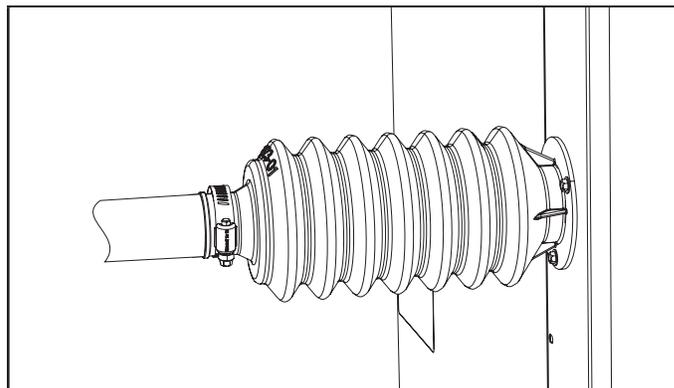

FIGURE 6. Collier installé sur le manchon
- 3 - Positionnez le collier comme illustré à la figure 6 et serrez à un couple à 35 lb-po pour fixer hermétiquement le manchon au jeu de conduites.
- 2 - Positionnez le collier comme indiqué aux figures 6 et 8 et serrez à un couple à 35 lb-po pour fixer hermétiquement le manchon au jeu de conduites.